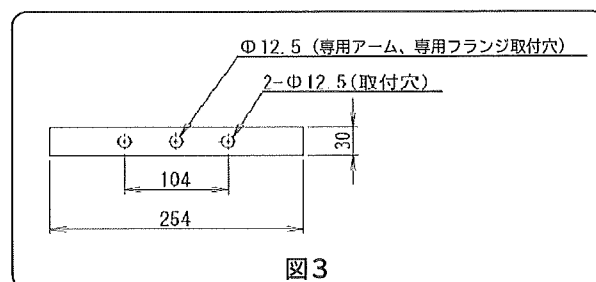

図3
1. 投光器のアームには図3のように取付穴（φ12.5）が設けてありますので適用ボルトM10で緩みのないように確実に締付けてください。（締付推奨トルク17～24N・m）